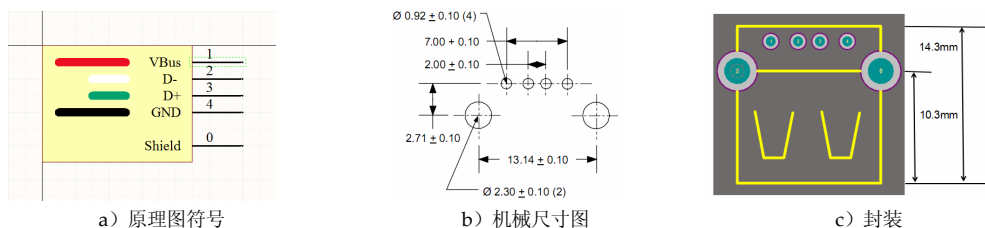

图 18-52 USB A Receptacle
- (1) 创建元件 USB A Receptacle 的原理图符号和封装, 如图 18-52 所示。